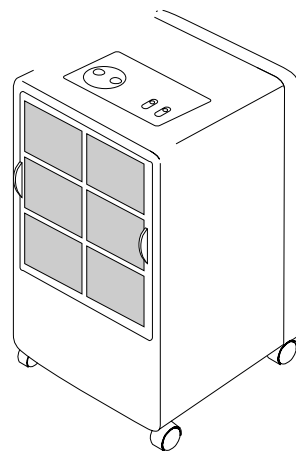

Fig. 4
- Para sacar el filtro de aire, retirar el filtro tirándolo hacia arriba (fig. 4).